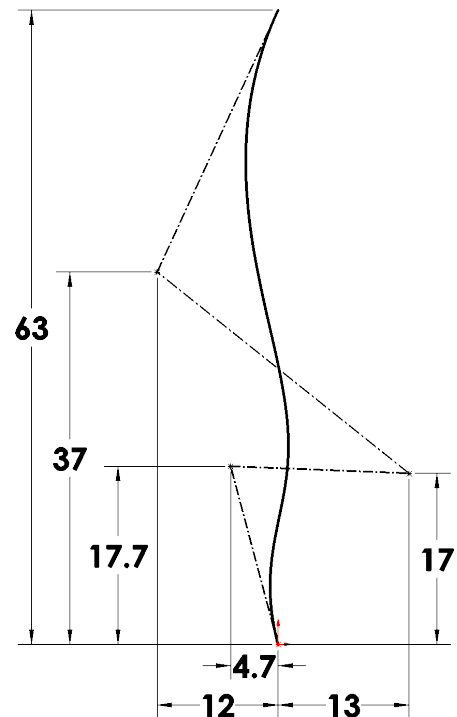

Fig. 4
Step 7. Add dimensions, **Fig. 4**.